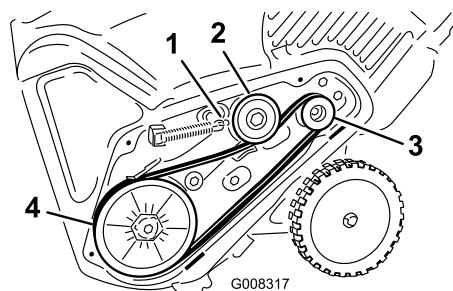

图30
5. 安装新传动皮带并按照图30所示进行布置。
8. 将制动弹簧安装到怠轮臂上图30。